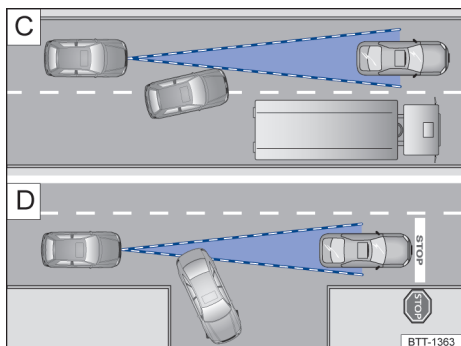

Fig. 147 [C] Mudança de faixa. [D] Veículo virando ou parado.
Por exemplo, se um veículo detectado pelo ACC virar ou mudar de faixa, e se houver um veículo parado à frente deste veículo, o ACC não reagirá ao veículo parado → Fig. 147 [D].
- Veículos que mudam para a faixa do próprio veículo imediatamente na frente do próprio veículo → Fig. 147 [C].